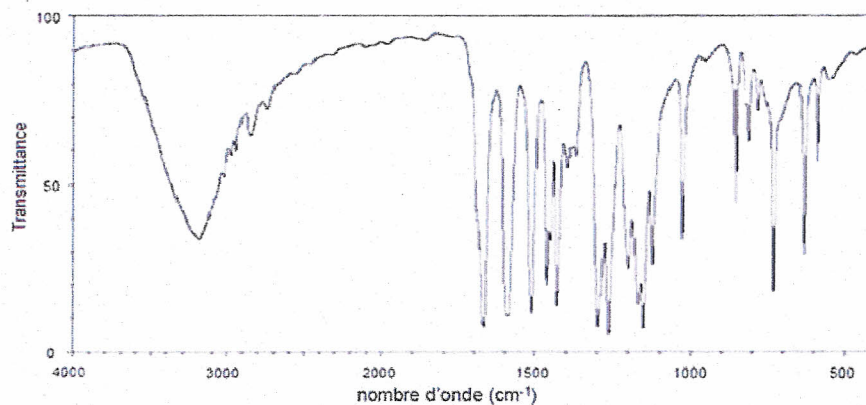
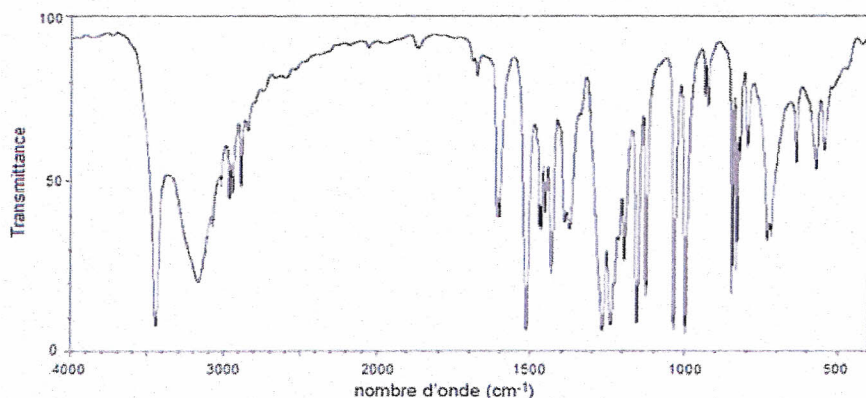

Figure 2 . spectre d'absorption IR de la vanilline.
Figure 3 . spectre d'absorption IR du produit de synthèse.
1.8. Les spectres d'absorption infrarouge de la vanilline et du produit de synthèse obtenu sont donnés ci-dessous (figure 2 et figure 3). Vérifier que la vanilline a été consommée lors de la réaction réalisée.